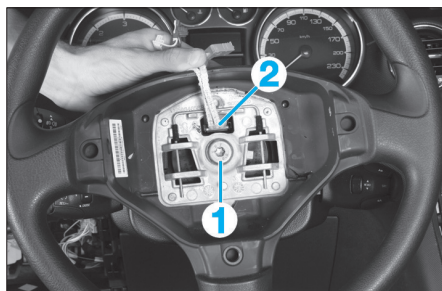

Fig. 1
- Desserrer la vis (1) de quelques filets (Fig.1).